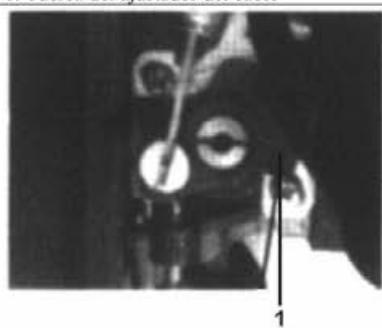

Fig. E8
3. Al obtener un huelgo de 6 mm, apriete las dos tuercas del cable del acelerador de 10 mm. Una vez ajustado el cable del acelerador, al pulsar totalmente el gatillo del acelerador (al máximo), el acelerador tocará el tope situado en el cuerpo del acelerador. Véase la Fig.E8